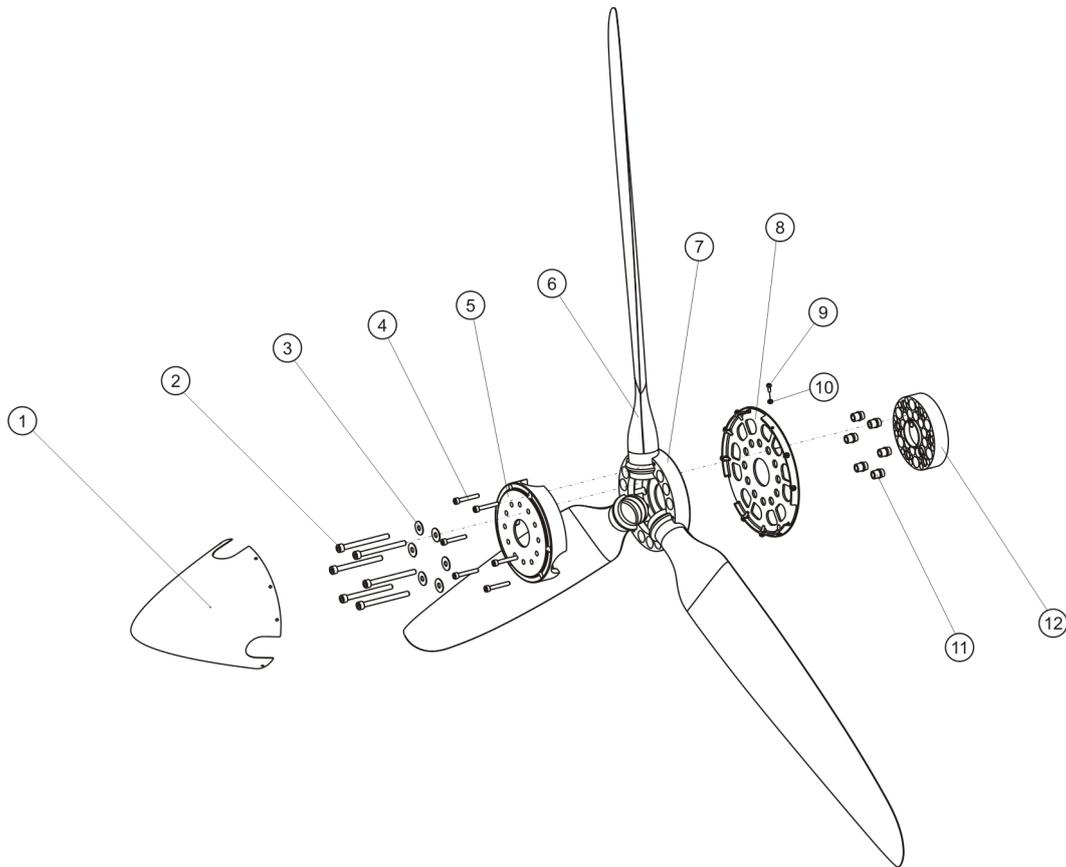

Abb. 1 - Propeller HTC
- 8 Schrauben (Abb. 1, 2) mit 15 Nm überkreuz festziehen.
- 9 Schrauben (Abb. 1, 4) mit 10 Nm überkreuz festziehen.